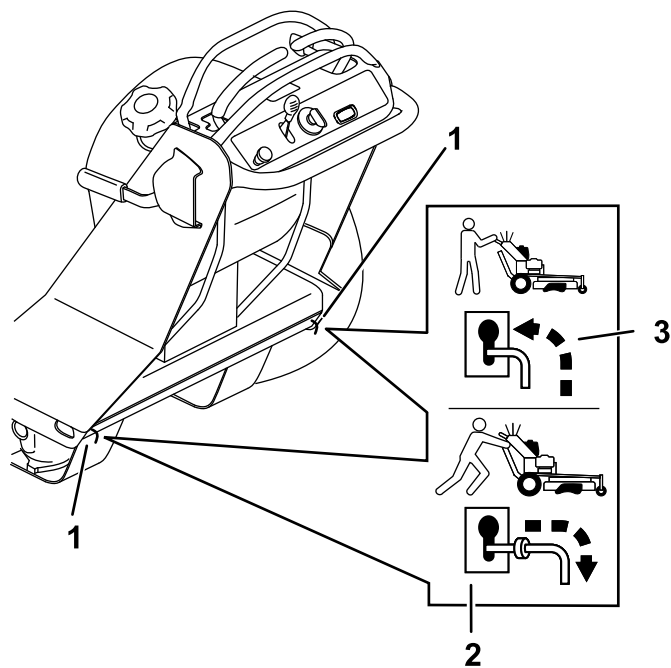

Figura 65
4. Spostate entrambe le leve di esclusione indietro attraverso il foro a chiave e in basso per bloccarle in sede (Figura 65).
7. Spegnete il motore e spostate le leve di esclusione in avanti attraverso il foro a chiave e in basso per bloccarle in sede (Figura 65).